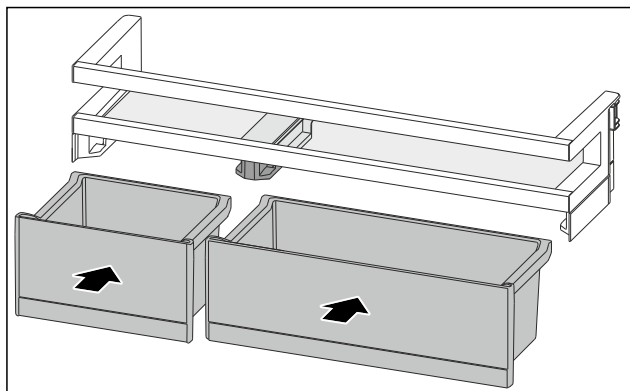

Fig. 185
- ▶ Установите ящики VarioBox, поменяв их расположение. (см. Fig. 185)